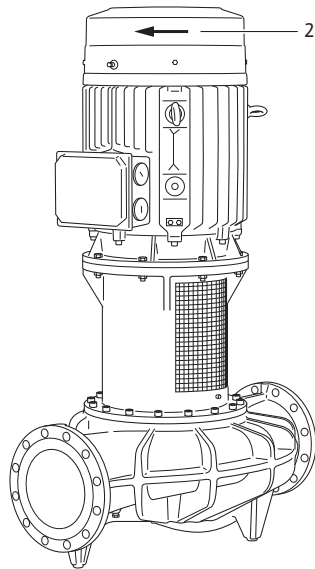

Fig. 37: Comprobación del sentido de giro
- Compruebe mediante una breve conexión si el sentido de giro de la bomba coincide con la flecha que aparece en la cubierta del ventilador (véase Fig. 37, pos. 2). Si el sentido no es correcto, proceda como se indica a continuación: